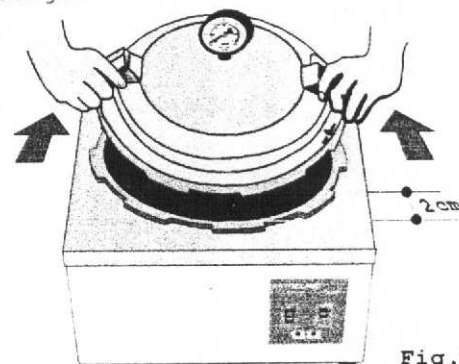

Fig.24
- i ► Suspenda a tampa sem retirá-la, coloque-a sobreposta à câmara, com abertura de aproximadamente 2 (dois) cm para possibilitar a evaporação e conseqüente secagem do material, Fig. 24. Consulte "Recomendações Para o Melhor Acondicionamento e Secagem do Material", Pág.19 Item 18. A Autoclave concluirá então a secagem nos próximos 30 (trinta) minutos e o led permanecerá na cor vermelha.